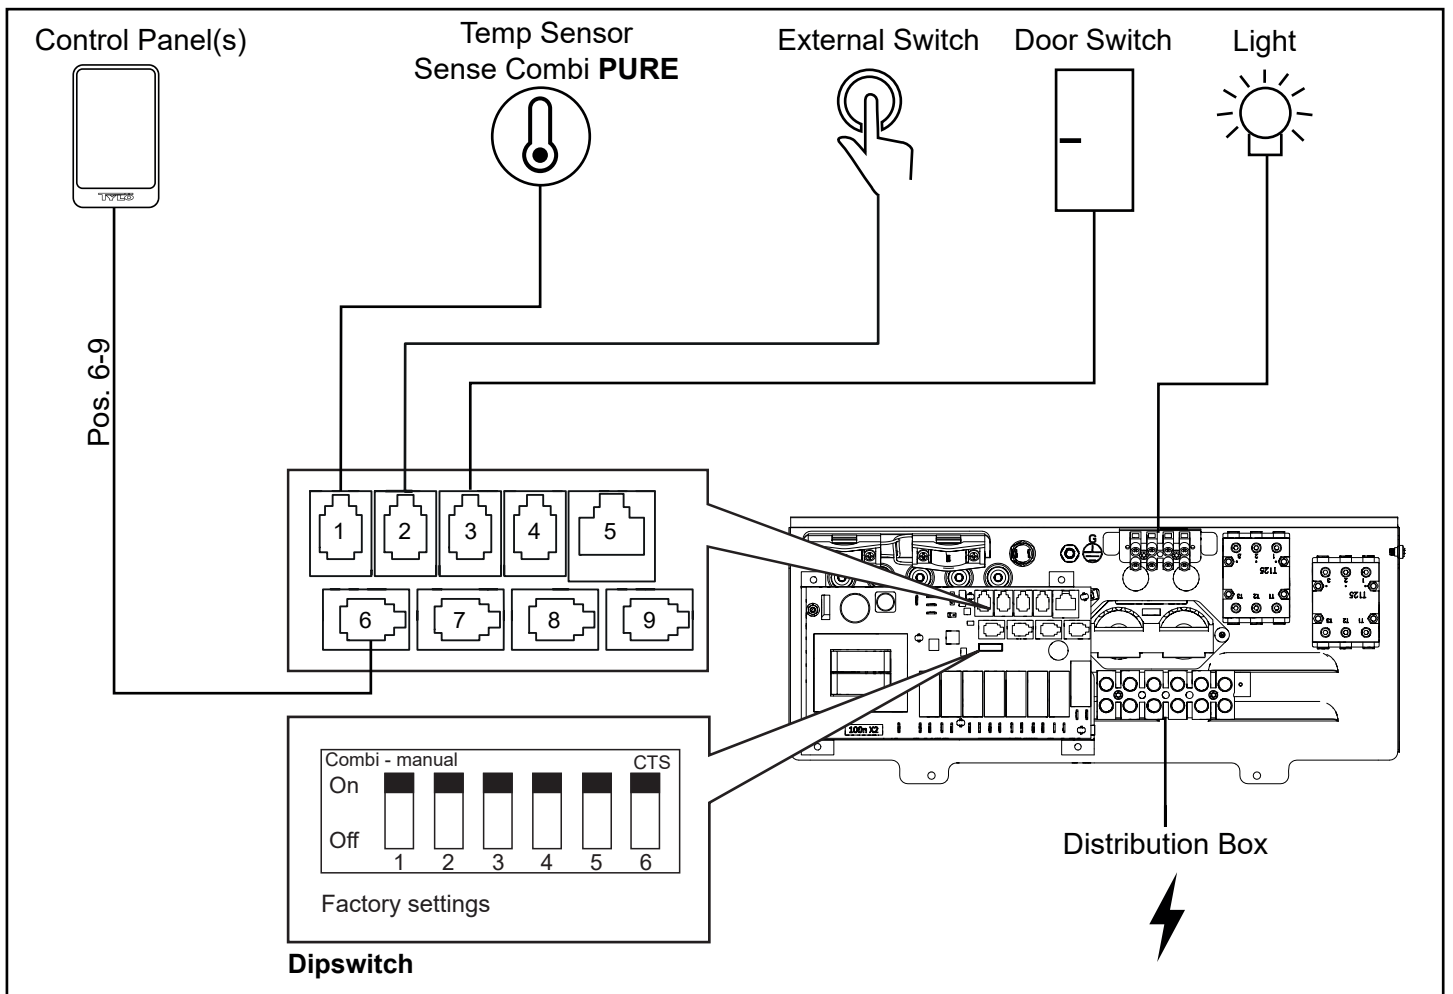

Abb. 20. Schaltplan Sense Combi Pure
- Combi Pure:** Verbinden Sie das Sensorkabel mit dem NTC-Kontakt auf der Leiterplatte (Position 1) (siehe Abbildung 20).